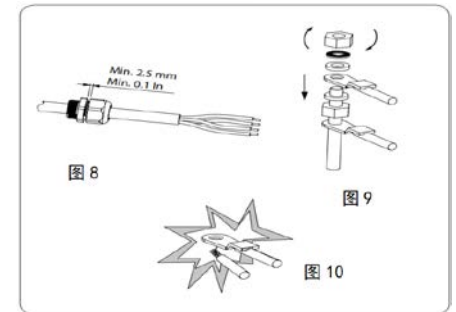

图 11 三相/单相电机接线图
必须由 ([...] 人员进行电气连接。内、外接地螺栓必须可靠接地！振动电机的电源和电气连接必须符合当地设定的安全标准。确认电源的电压与振动电机铭牌一致。在进行任何维护或调整偏心块之前，请断开线路。使用带 4 根导线的柔性多股电缆线，其中一根黄绿色导线用于接地。当振动电机连接到电源时，黄绿色地线必须始终更长，以确保在发生故障时该线最后断开。关于连接，请参考图 10 和图 11。如果更换了电缆接头，使用新的电缆接头必须遵循在振动电机铭牌上的数据。振动电机的相序 U、V、W 须与接入的外电源相序 A、B、C 相对应。
-根据图示与接线盒内接线板连接。（图 11）